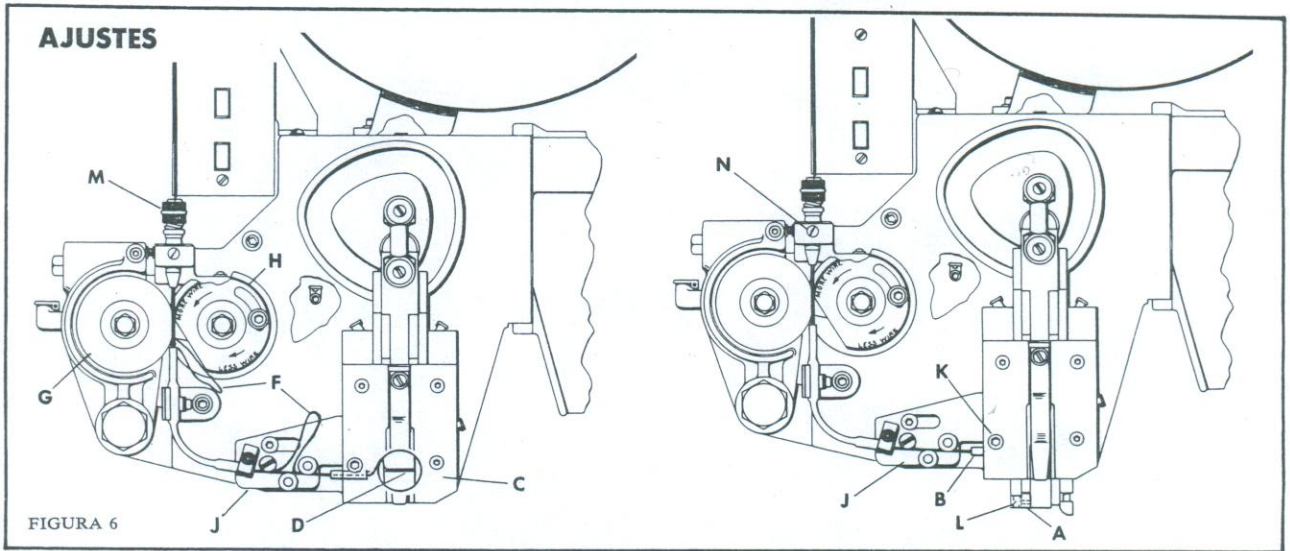
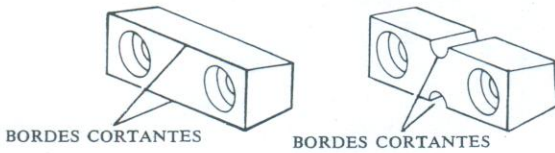
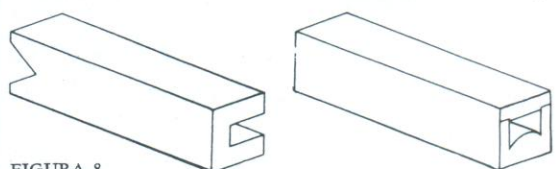

FIGURA 6
FIGURA 7
FIGURA 8
La cuchilla cortadora y el tubo cortador cortan el alambre antes de formar la grapa. Para garantizar un buen corte tajante del alambre, la cuchilla cortadora (índice A, figura 6) y el tubo cortador (índice B, figura 6) deben conservarse afilados y el tubo cortador propiamente insertado en la caja de la corredera (índice C, figura 6). Verifique siempre estas dos partes puesto que funcionan como una unidad. Si se sustituye una y se deja la otra roma no se remediará el problema. La cuchilla (figura 7) es reversible y antes de sustituirse deben utilizarse ambos bordes cortantes. El borde inferior de un tubo romo a menudo no mordeará porque el alambre no se corta correctamente y a veces se traba entre el tubo cortador (figura 8) y la cuchilla. Ocasionalmente una fuerte rebaba en el extremo del alambre hará que éste se adhiera en el yunque (índice D, figura 6). Esto a su vez dará por resultado la flexión (F) del alambre entre las ruedas de alimentación (G y H) y el enderezador de alambre (J).
El retén de seguridad (índice M, figura 6, y también el índice 18, figura 37) permite que el alambre avance en el cabezal de engrapado pero evita que se mueva en dirección opuesta. Cuando el retén no funciona correctamente, el alambre retrocede y da lugar a grapas de patas cortas. Esta situación es causada generalmente por una acumulación de suciedad que evita que los pequeños rodillos que agarran el alambre se muevan libremente.
(índice N, figura 6). Limpie el retén agitándolo en cualquier agente para cortar la grasa. Después de limpiar y secar, inserte una pieza de alambre de seis pulgadas en el retén y trate de tirar de ella en dirección opuesta. Si toda la suciedad ha sido eliminada y continúa resbalando, sustituya la pieza por una nueva.